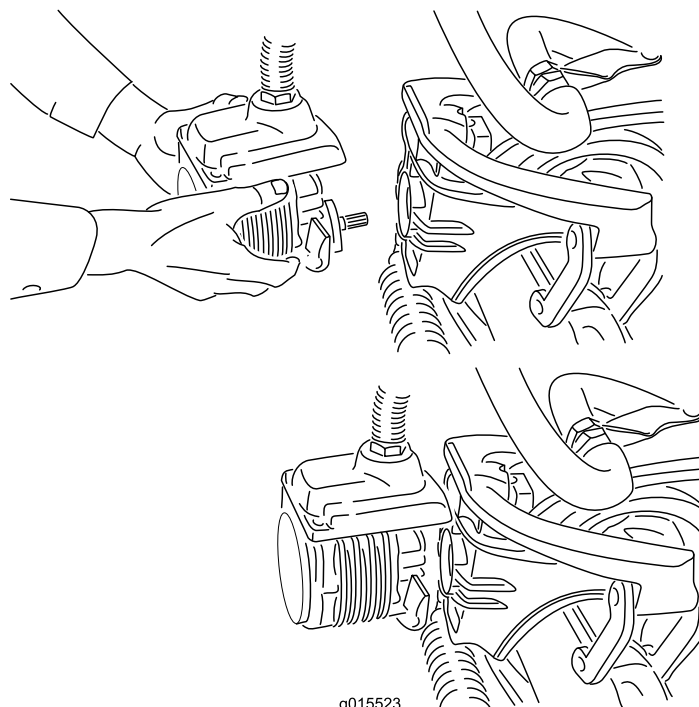

図 37
4. 外したモータは、サスペンション・アームの前部にある一時保管位置にセットしておく (図 37)。